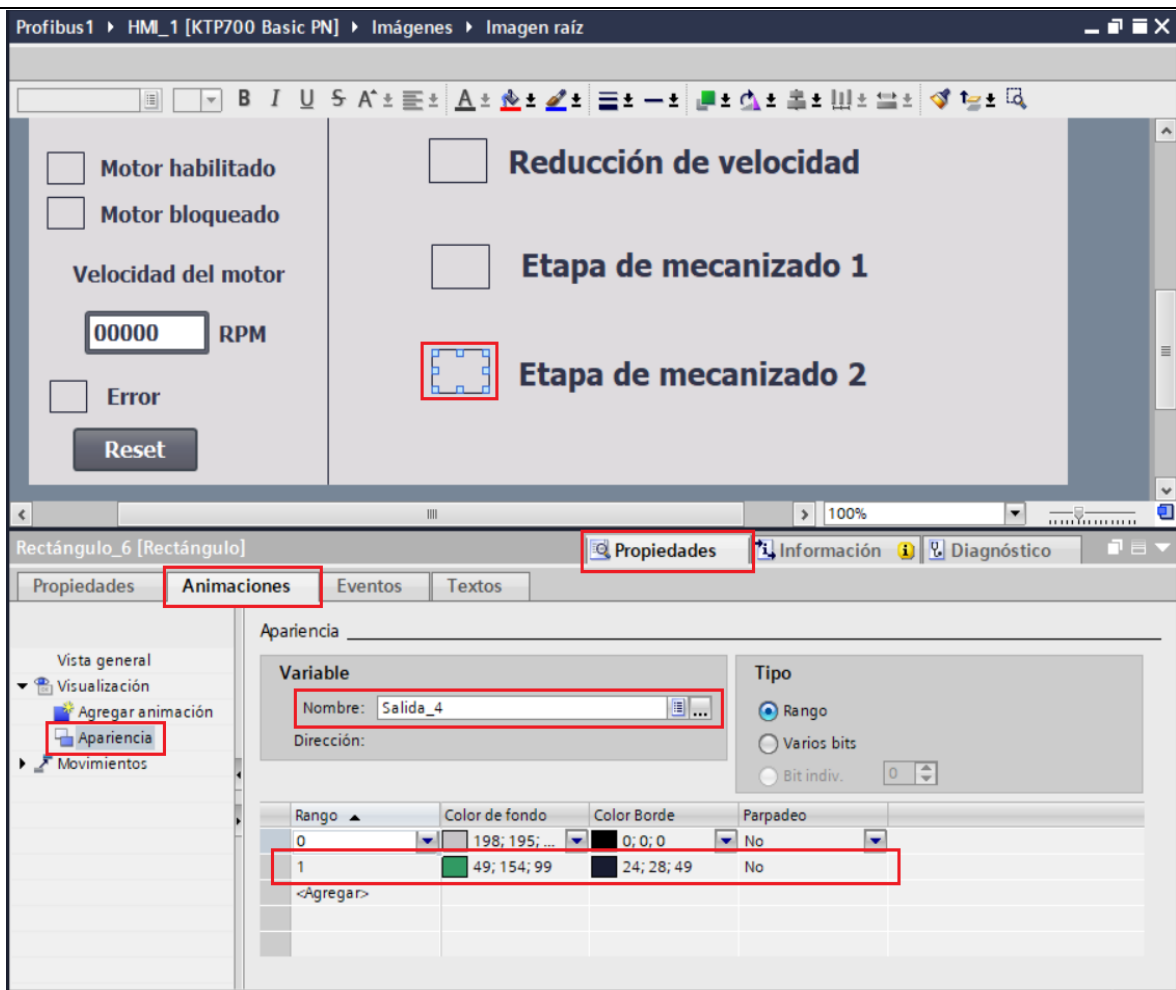

Figura 40. Configuración Potencia actual.
- En “Rango” seleccionar “**1**”, en “Color de fondo” seleccionar el color “Verde” y en “Parpadeo” seleccionar “**No**” (ver Figura 40).